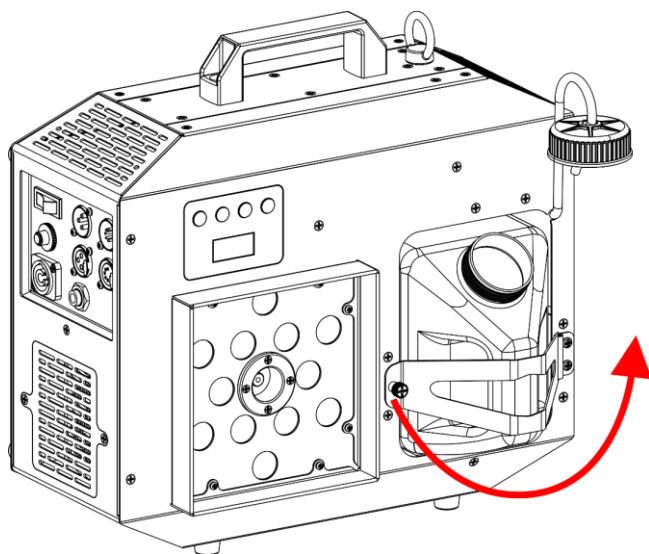

Fig. 08
- 03) Inclinare la **staffa per il serbatoio del liquido (03)**, come mostrato nella Fig. 08.